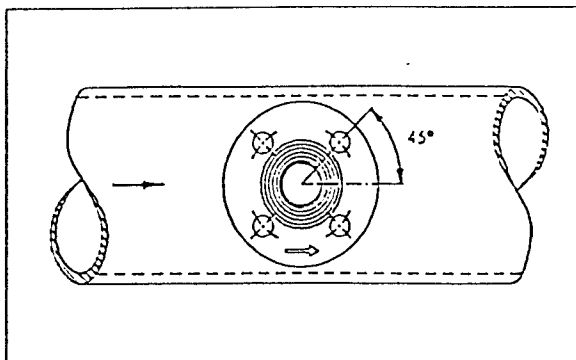

Рис. 9
2. Прикрепите сварную муфту к трубе, соблюдая воздушный зазор в 2 мм. Направьте фланш так, чтобы отверстия для крепления фланца составляли с осью трубы угол 45 градусов (см. рис. 9).